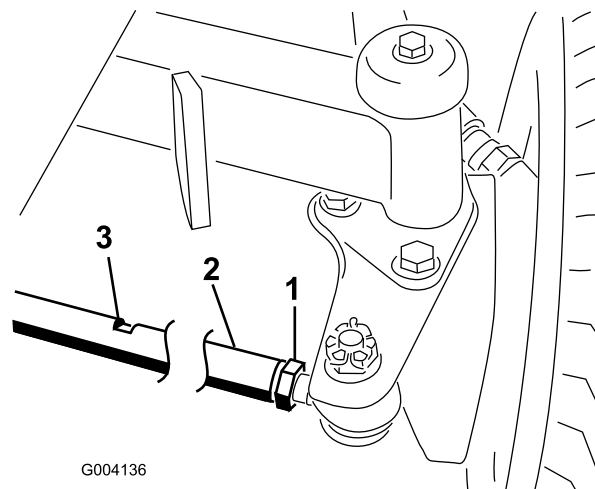

図 61
2. 各タイロッド 図 61の端についているジャムナットをゆるめる。